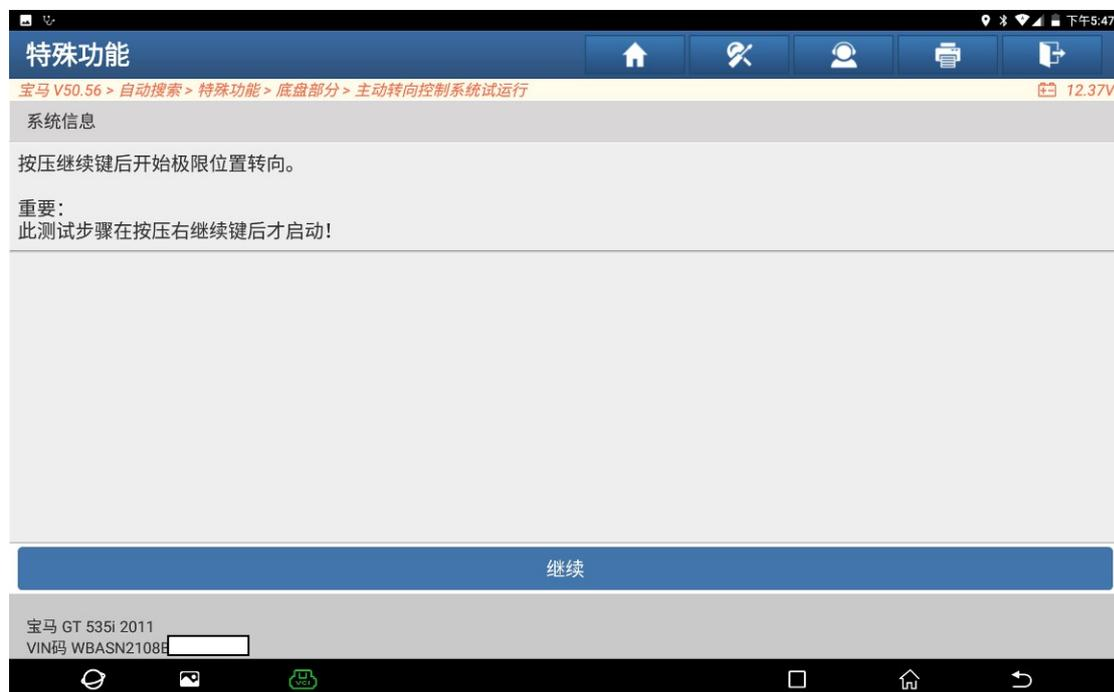

图 12
12. 按压继续按键后开始极限位置转向，重要：此测试步骤在按压右键继续键后才启动。如图 12: